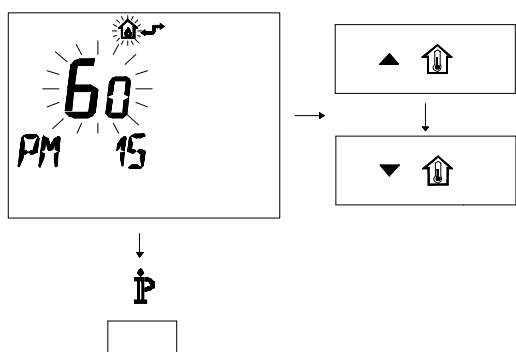

Figura 5.39
- Modificare il SET programmato agendo sui pulsanti ▲  o ▼  fino a visualizzare un **set di 60**, aspettare che il numero programmato cominci a lampeggiare (Figura 5.39 )